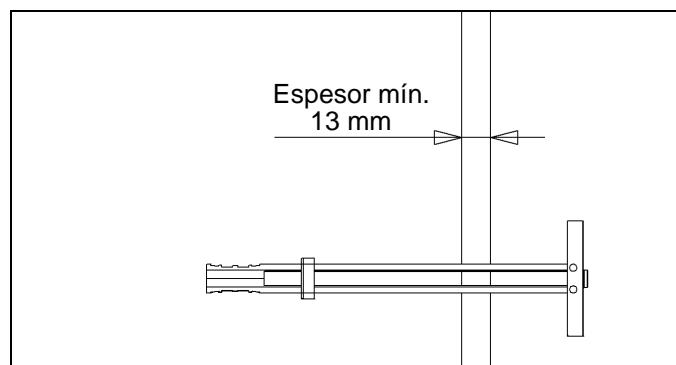

Figura 5.
- Con el anclaje plástico (100) insertado en el orificio, deslice el extremo de agarre para colocar el extremo dentro del orificio perpendicular a la pared (véase la figura 5).